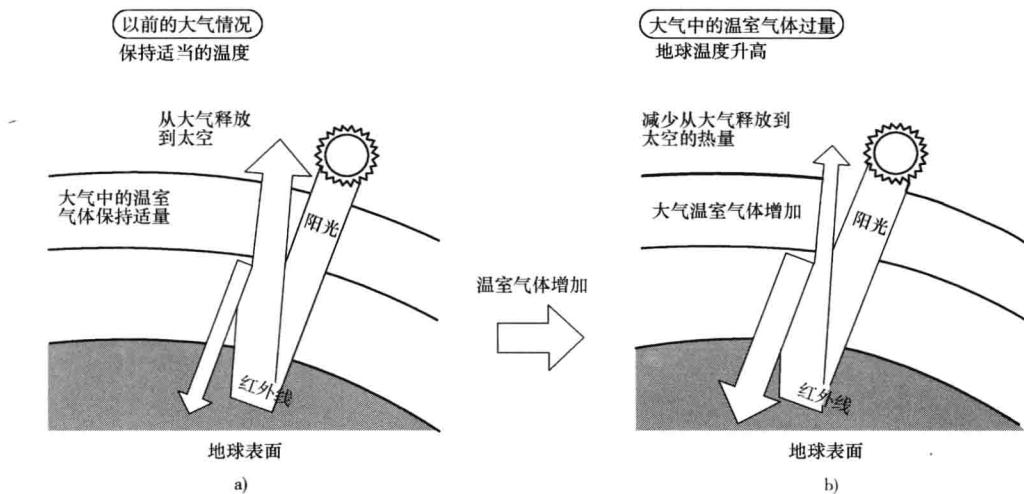

图 1-20 温室效应机理示意图
**温室效应机理:**阳光照射到地球上,被地球表面吸收并转化为热。大气中的温室气体防止热量释放到太空,地面保持过多的热量使地球温度上升,如图 1-20 所示。地球的温度与过去的 20~30 年相比急剧升高,预计到 21 世纪末,地球的平均温度将升高约 2℃,全球变暖对生态系统、食物生产、水资源等产生有害影响。